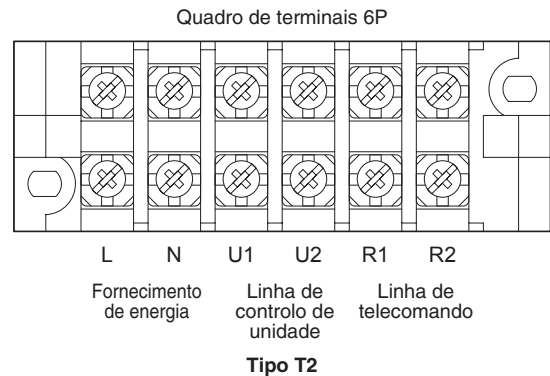

Fig. 4-2
- (1) Consulte a Secção “4-2. Comprimento e diâmetro do fio recomendados para o sistema de fornecimento de energia” para a explicação de “B”, “C”, “D” e “E” no diagrama acima.
- (2) O diagrama de ligação básica da unidade interior mostra o quadro de terminais e, portanto, o quadro de terminais em seu equipamento pode diferir do mostrado no diagrama. (Fig. 4-2)
- (3) O endereço do circuito do refrigerante (R.C.) deve ser definido antes de ligar a alimentação.
- (4) A definição automática do endereço pode ser executada automaticamente pelo telecomando. Consulte as instruções de instalação fornecidas com o telecomando (opcional).